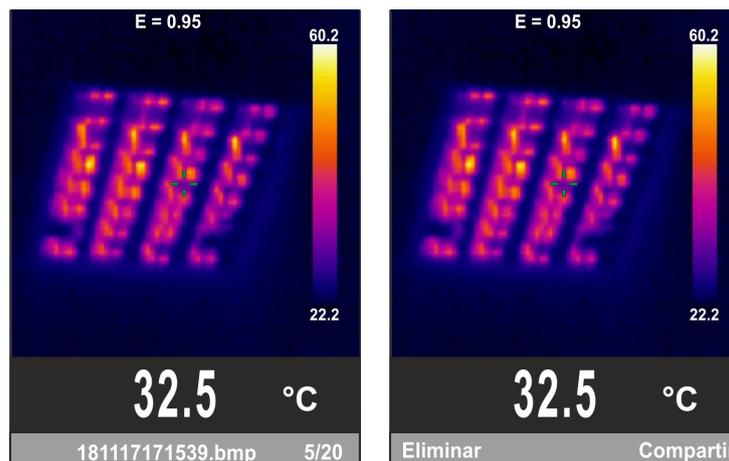

Fig. 17: Reabrir e cancelamento da imagem IR
10. Entrar no Menu geral para rever o resultado guardado (ver Fig. 17 – parte esquerda)
11. Premir o botão **T** para entrar na secção de cancelamento da imagem ver Fig. 17 – parte direita) e seleccionar a opção “Eliminar” para cancelar a imagem sem qualquer mensagem de confirmação ou premir o botão **ESC** para voltar ao ecrã de medida.